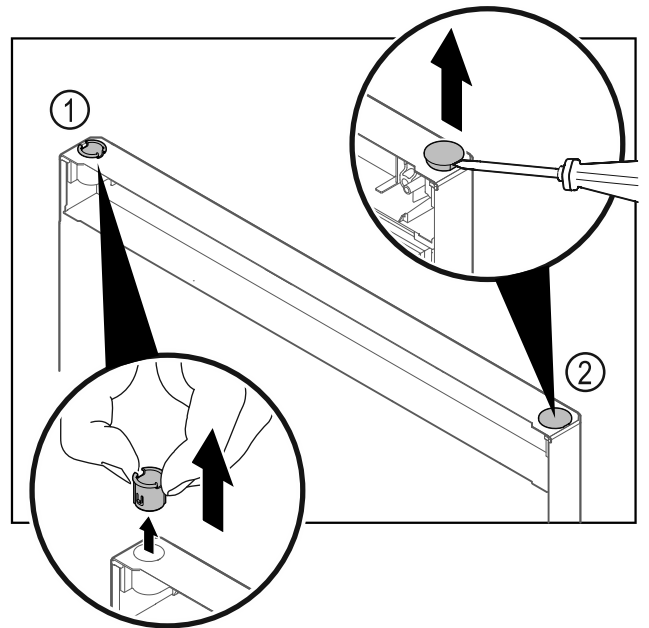

Fig. 26
- ▶ Vedä saranaholkki Fig. 26 (1) sormin pois.
- ▶ Kohota suojanastaa Fig. 26 (2) varovasti talttaruuveimiesellä ja vedä se pois.